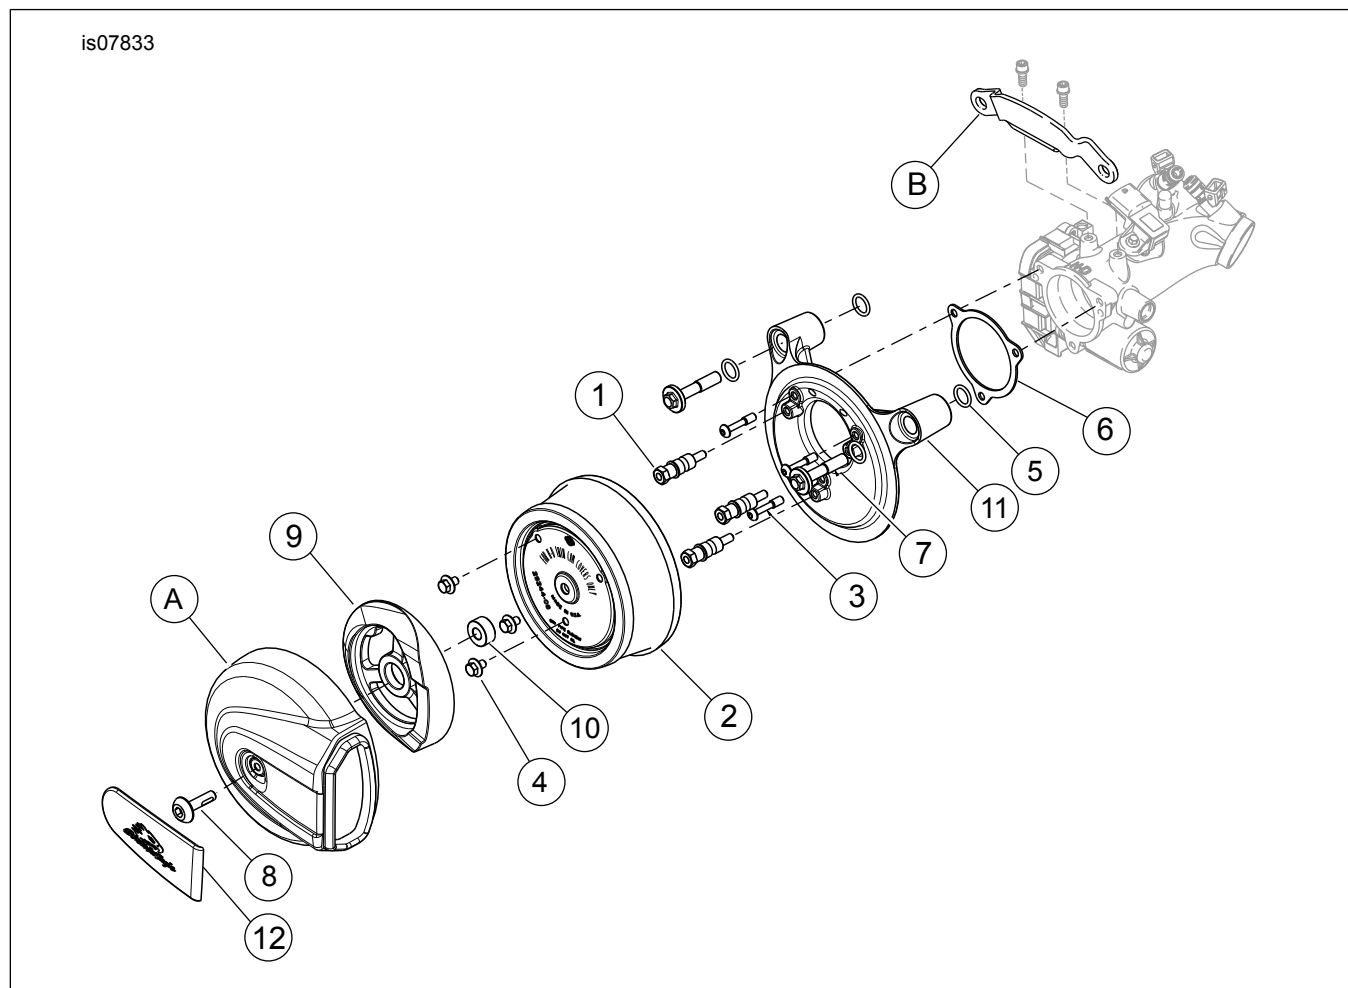

Figure 1. FILTRE À AIR STAGE I
Voir Figure 1 et Tableau 1.
2. Voir Figure 1 et Tableau 1. Retirer le couvercle (A) du filtre à air de série. Jeter les autres pièces.
4. Retirer et jeter le support du module d'induction (B).
1. Voir Figure 1. Retirer la bande protectrice du joint (6) et placer la face adhésive sur la plaque arrière (11). En l'alignant sur les trous de vis également espacés, poser le joint avec précaution avant de le presser fermement en place.
2. Poser deux joints toriques (5) du kit dans les rainures, autour des trous de vis de reniflard, sur le côté module d'induction de l'ensemble de la plaque arrière. Poser deux joints toriques (5) du kit dans les rainures sur le dessous de la tête des vis de reniflard (7).
3. Introduire les nouvelles vis de reniflard (7) dans la plaque arrière (11).
6. Visser les vis de plaque arrière (3) à fond à travers la plaque arrière (2) jusqu'à ce que les filets de vis soient exposés au dos de la plaque arrière. Appliquer du Loctite 243 (bleu) sur les filets de vis de plaque arrière.
8. Visser les goujons de montage (1) d'élément de filtre à air dans la plaque arrière (11). Ne pas serrer complètement pour le moment.
9. Serrer par alternance les deux vis (7) de reniflard à un couple de 13,6–16,3 N·m (120–144 **in-lbs**).
10. Serrer les trois vis (3) de plaque arrière à un couple de 6,2–6,8 N·m (55–60 **in-lbs**).
11. Serrer les trois goujons de montage (1) d'élément à un couple de 6,2–6,8 N·m (55–60 **in-lbs**).
*Lorsque le couvercle du filtre à air est installé, mettre du Loctite 243 (bleu) sur la vis (B) du couvercle de filtre à air.*
1. Voir Figure 1. Fixer l'élément (2) de filtre à air sur les goujons de montage du filtre à air (1), à l'aide des vis (4). Serrer les vis à un couple de 6,2–6,8 N·m (55–60 **in-lbs**).
2. Retirer avec précaution la pièce insérée du couvercle du filtre à air d'origine (12) et la jeter. Retirer tout résidu d'adhésif restant sur le couvercle avec du white spirit.
*Il s'agit d'un filtre à air sec (2). Ne pas appliquer d'huile sur l'élément de filtre.*
1. Voir Figure 1. Retirer le filtre à air et inspecter l'élément de filtre (2) chaque 8.000 km (5000 mi) ou plus souvent dans des conditions poussiéreuses.
3. Remettre l'ajout (12) du filtre à air en place.